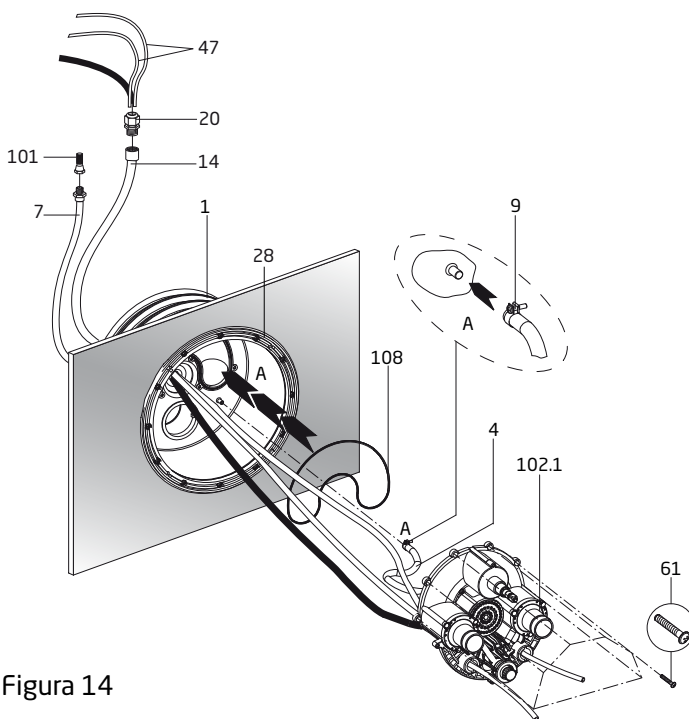

Figura 14
1. Inserte la junta tórica (parte #62) en la carcasa de chorro como se muestra en la figura 14.
2. Coloque los diez (10) tornillos autorroscables de la carcasa de la boquilla (parte #61) en la carcasa preensamblada de la boquilla (parte #102.1). Coloque la carcasa de la boquilla en la carcasa de chorro principal.
3. Pase los dos tramos del tubo de aire (parte #47) a través del conducto protector como se muestra en la figura 14. Permita que el tubo con suficiente aire llegue a alcanzar la caja de control y los botones de aire. El exceso puede ser disminuido en la instalación. Marque cada extremo con un marcador. (P = Bomba y L = Luz.)
6. Proceda a alinear la carcasa completa de la boquilla a la carcasa principal de chorro y fije los diez (10) tornillos autorroscables preensamblados.